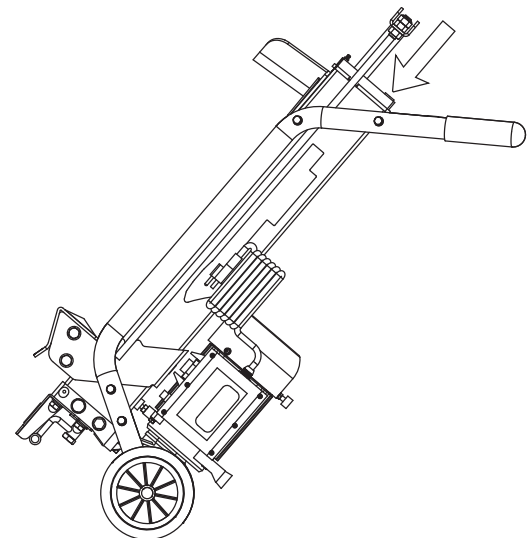

Figura 10
4. Voltee el partidor de leña sobre el lado del motor. **(CONSULTE LA FIGURA 10)**